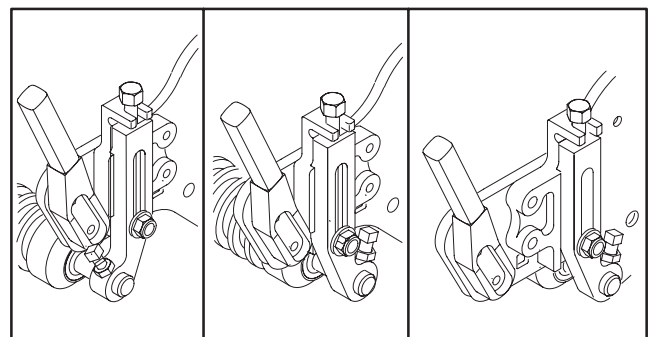

Figure 16
**Remarque :** Le rouleau avant possède trois positions de réglage (Fig. 16) selon l'application et les besoins de l'utilisateur.